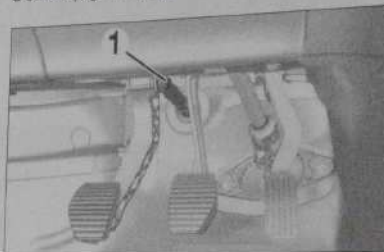

Fig. 2
- Dégager la tige du cylindre émetteur d'embrayage (1) (Fig.2).